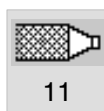

Fig. 4-41 Nenhum grupo
2. Prima a tecla do canal as vezes necessárias para que o contorno colorido da tecla, e da letra do grupo sob o símbolo do canal, desapareça. Consulte fig. 4-41.